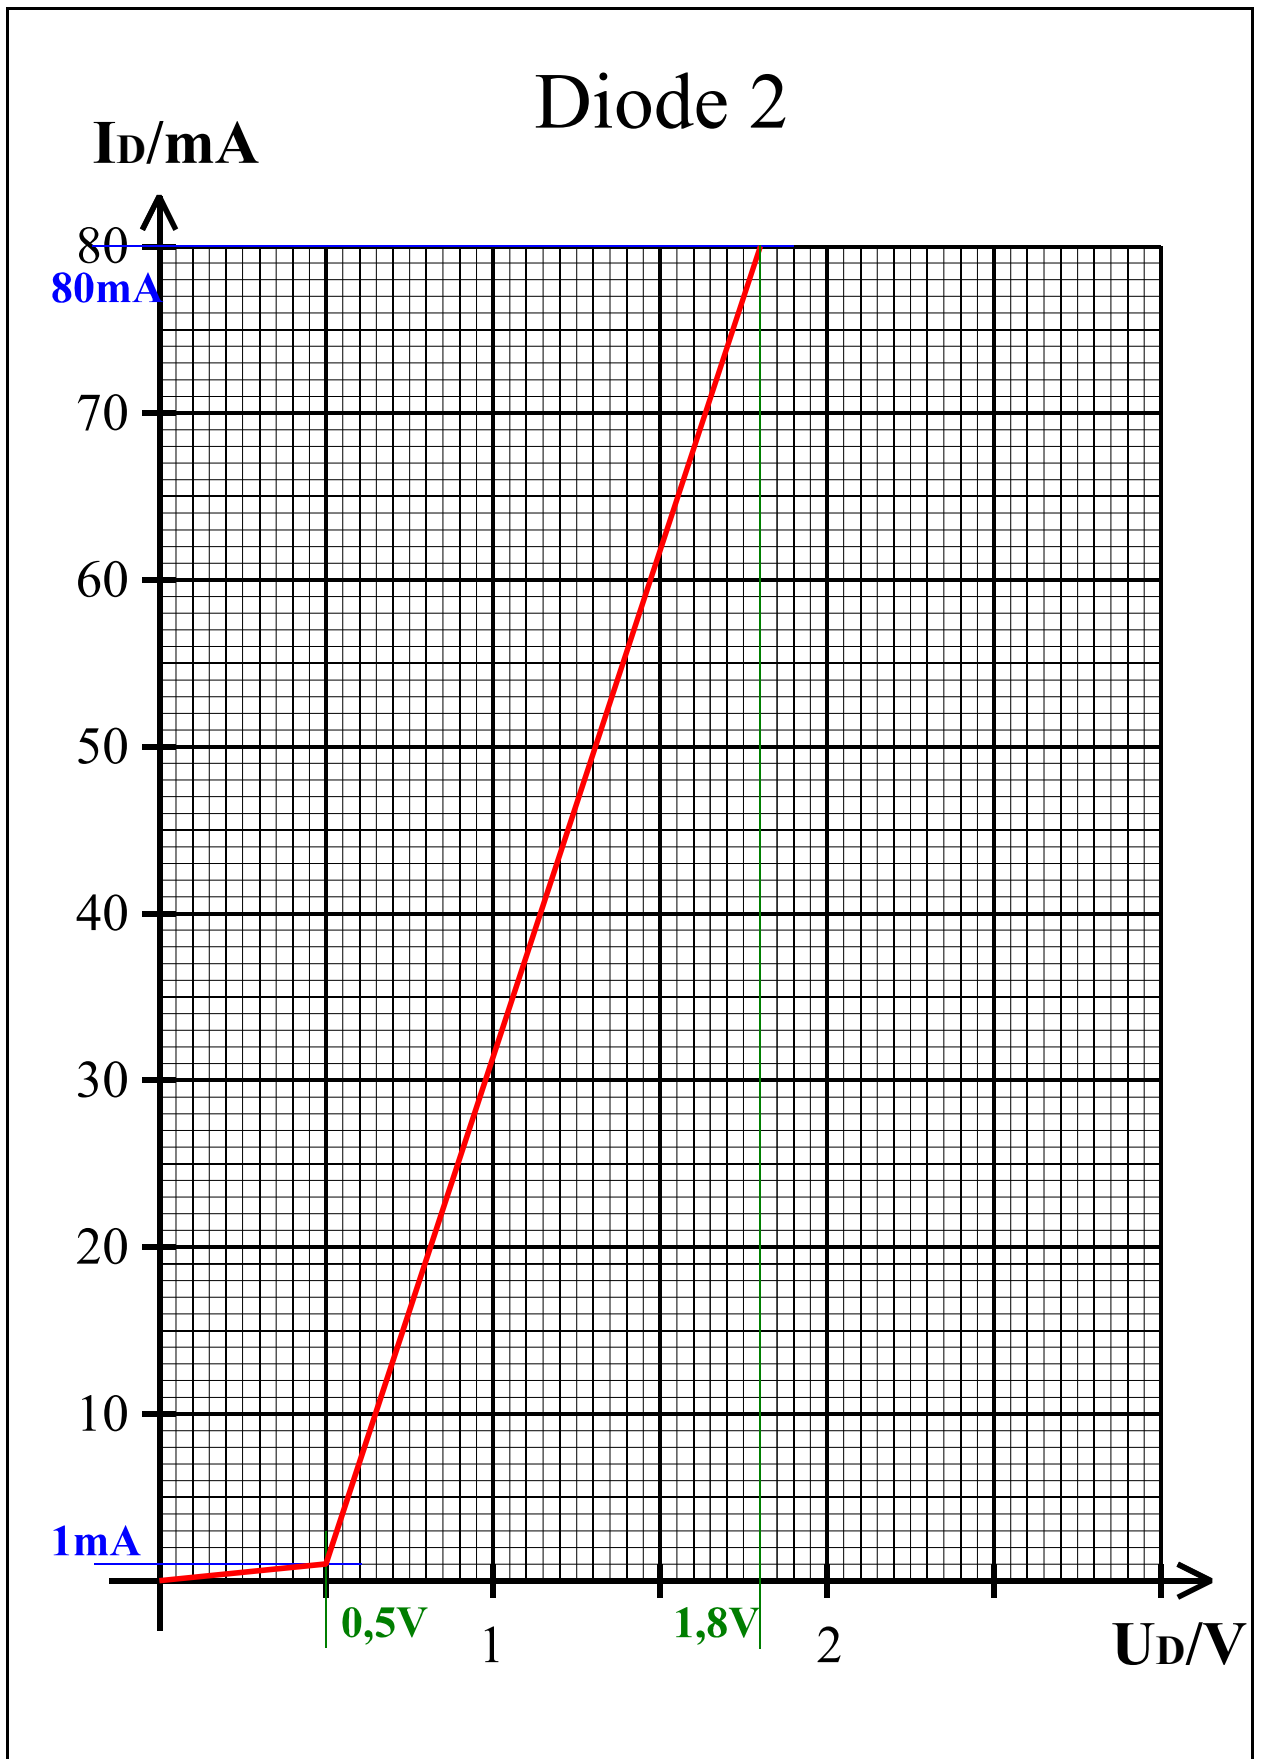

Abb. 20
4. Bestimmung der Gesamtspannung und des Gesamtstroms (Abb.20)
5. Bestimmung der Teilspannungen (Abb.20)